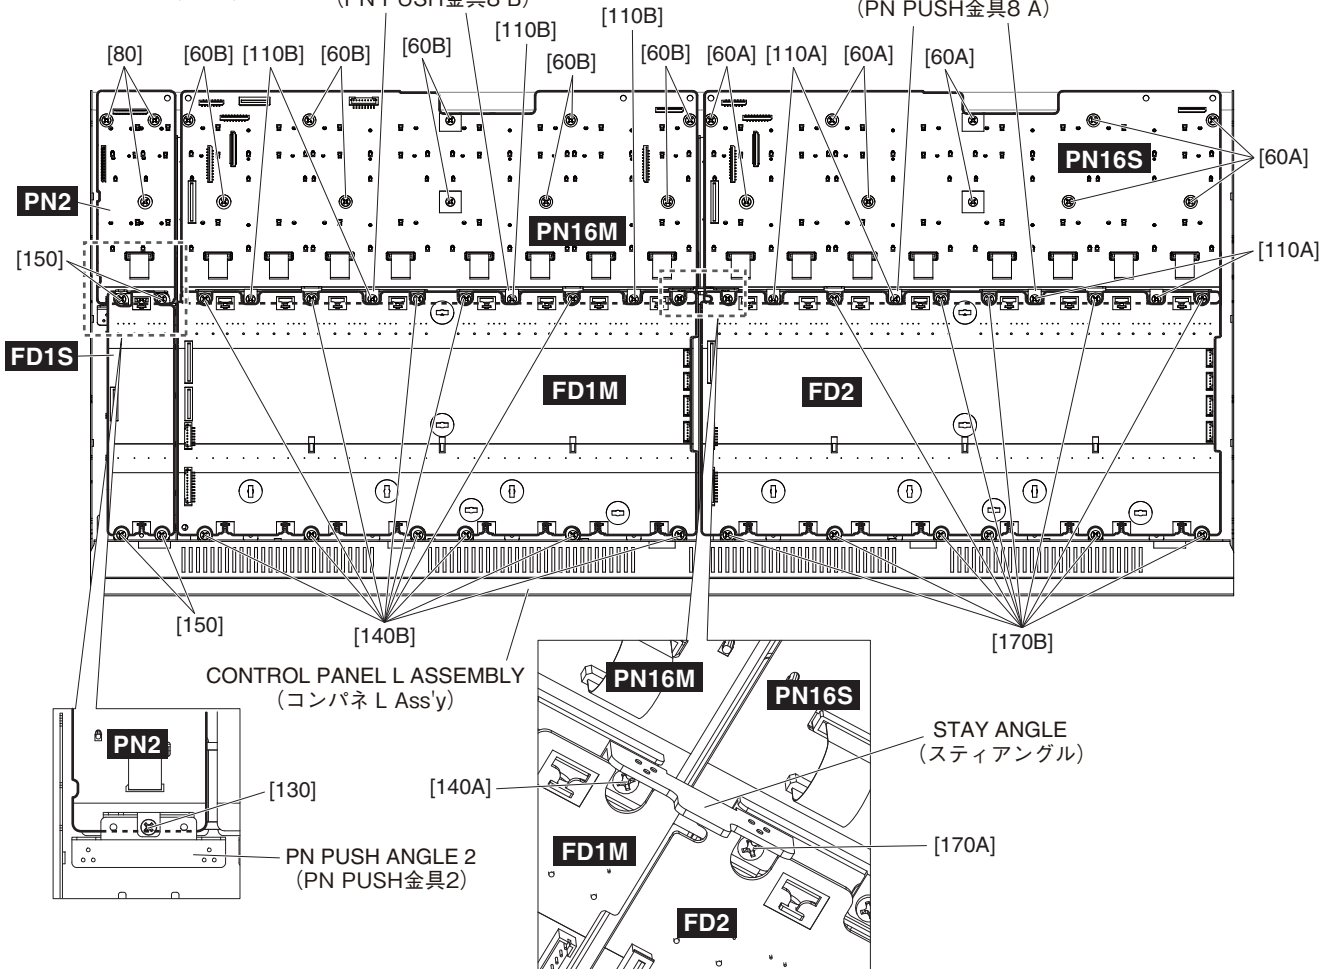

Fig. 15 (図15)
- B-7-3 Remove the sixteen (16) fader knobs N marked [500A] from the control panel side. (Fig. 15)
- B-7-4 Remove the screw marked [140A] and screw marked [170A]. The stay angle can then be removed. (Fig. 15)
- B-7-5 Remove the eleven (11) screws marked [170B]. The FD2 circuit board can then be removed. (Fig. 15)
- B-8-3 Remove the sixteen (16) fader knobs N marked [500B] from the control panel side. (Fig. 15)
- B-8-4 Remove the screw marked [140A] and screw marked [170A]. The stay angle can then be removed. (Fig. 15)
- B-8-5 Remove the eleven (11) screws marked [140B]. The FD1M circuit board can then be removed. (Fig. 15)
- B-9-3 Remove the two (2) fader knobs NR marked [510] from the control panel side. (Fig. 15)
- B-9-4 Remove the four (4) screws marked [150]. The FD1S circuit board can then be removed. (Fig. 15)
- B-7-3 コントロールパネル面より、[500A] のフェーダーノブ N16 個を外します。(図 15)
- B-7-4 [140A] のネジ 1 本と [170A] のネジ 1 本を外して、スティアングルを外します。(図 15)
- B-7-5 [170B] のネジ 11 本を外して、FD2 シートを外します。(図 15)
- B-8-3 コントロールパネル面より、[500B] のフェーダーノブ N 16 個を外します。(図 15)
- B-8-4 [140A] のネジ 1 本と [170A] のネジ 1 本を外して、スティアングルを外します。(図 15)
- B-8-5 [140B] のネジ 11 本を外して、FD1M シートを外します。(図 15)
- B-9-3 コントロールパネル面より、[510] のフェーダーノブ NR 2 個を外します。(図 15)
- B-9-4 [150] のネジ 4 本を外して、FD1S シートを外します。(図 15)
- B-10-3 Remove the four (4) screws marked [110A]. The two (2) PN push angle 8 A can then be removed. (Fig. 15)
- B-10-4 Remove the ten (10) screws marked [60A]. The PN16S circuit board can then be removed. (Fig. 15)
- B-11-3 Remove the four (4) screws marked [110B]. The two (2) PN push angle 8B can then be removed. (Fig. 15)
- B-11-4 Remove the ten (10) screws marked [60B]. The PN16M circuit board can then be removed. (Fig. 15)
- B-12-4 Remove the screw marked [130]. The PN push angle 2 can then be removed. (Fig. 15)
- B-12-5 Remove the three (3) screws marked [80]. The PN2 circuit board can then be removed. (Fig. 15)
- B-10-3 [110A] のネジ 4 本を外して、PN PUSH 金具 8 A 2 個を外します。(図 15)
- B-10-4 [60A] のネジ 10 本を外して、PN16S シートを外します。(図 15)
- B-11-3 [110B] のネジ 4 本を外して、PN PUSH 金具 8B 2 個を外します。(図 15)
- B-11-4 [60B] のネジ 10 本を外して、PN16M シートを外します。(図 15)
- B-12-4 [130] のネジ 1 本を外して、PN PUSH 金具 2 を外します。(図 15)
- B-12-5 [80] のネジ 3 本を外して、PN2 シートを外します。(図 15)